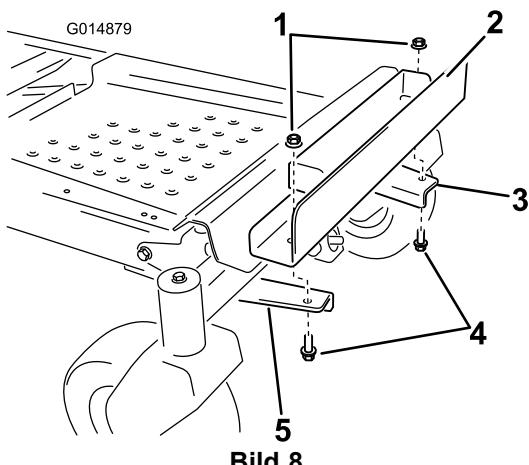

Bild 8
6. Befestigen Sie die Ballasthalterung in den Befestigungshalterungen (Bild 8). Fluchten Sie die inneren Löcher in der Halterung mit den vorher montierten Befestigungshalterungen aus. Stellen Sie sicher, dass die Halterung im Rahmen zentriert ist. Befestigen Sie sie mit zwei Schrauben (3/8 x 1 Zoll) und zwei Sicherungsmuttern (3/8 Zoll).